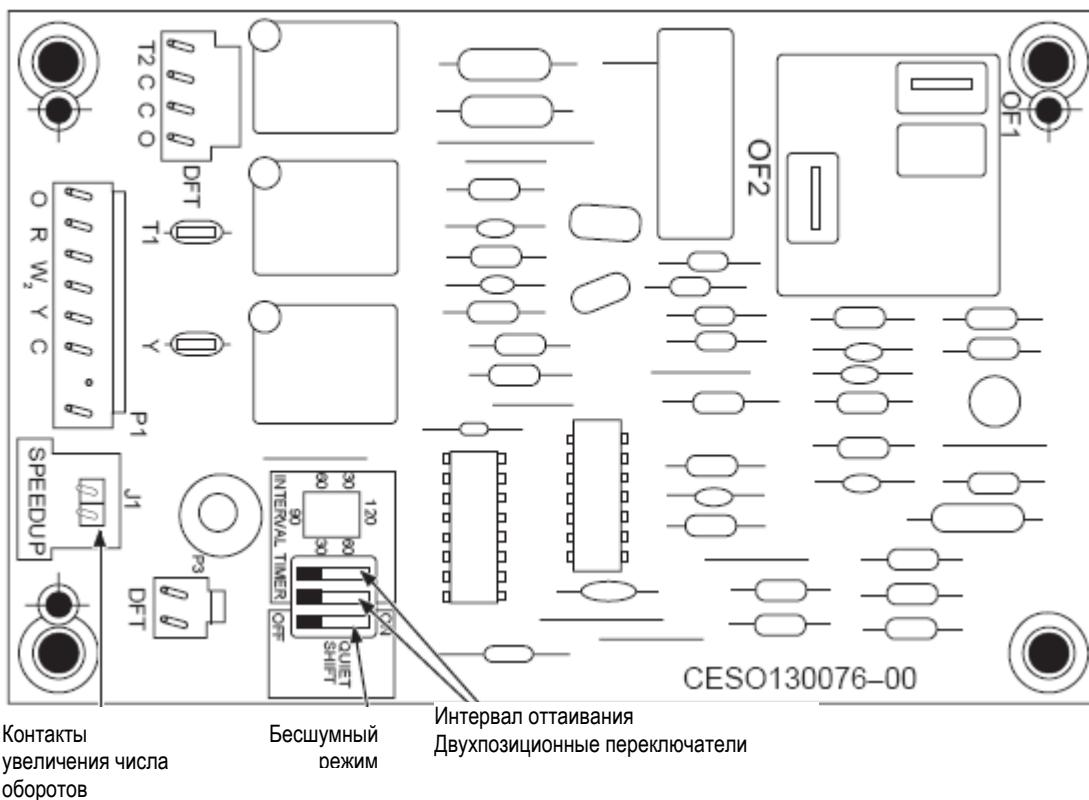

Рис. 12—Управление процессом оттаивания
2. Отсоедините провод, идущий от двигателя наружного вентилятора OF2 от панели управления (См. Рис. 12). Закрепить лентой, чтобы исключить закорачивание.